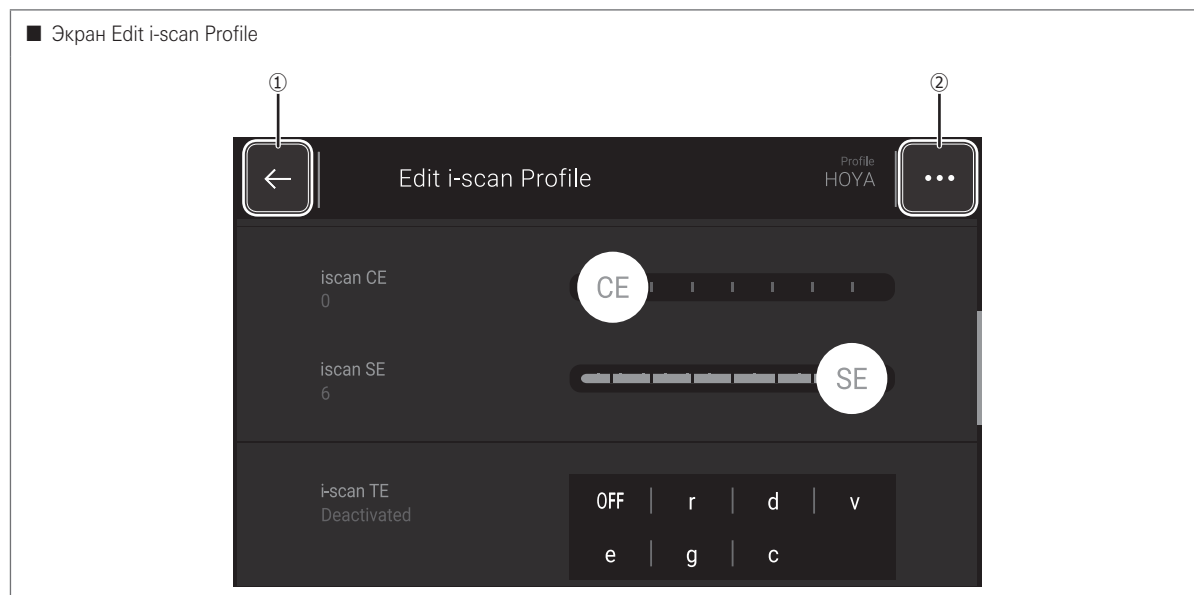

Рис. 5.80
①	Кнопка возврата	Эта кнопка позволяет вернуться в меню i-scan Profile. «i-scan Profile» (стр. 92)
②	Кнопка настройки	Эта кнопка позволяет загрузить заданные значения i-scan и зарегистрировать их одновременно. «Загрузка/регистрация профиля i-scan» (стр. 95)
- Открывается меню [Edit i-scan Profile]. (Рис. 5.80)